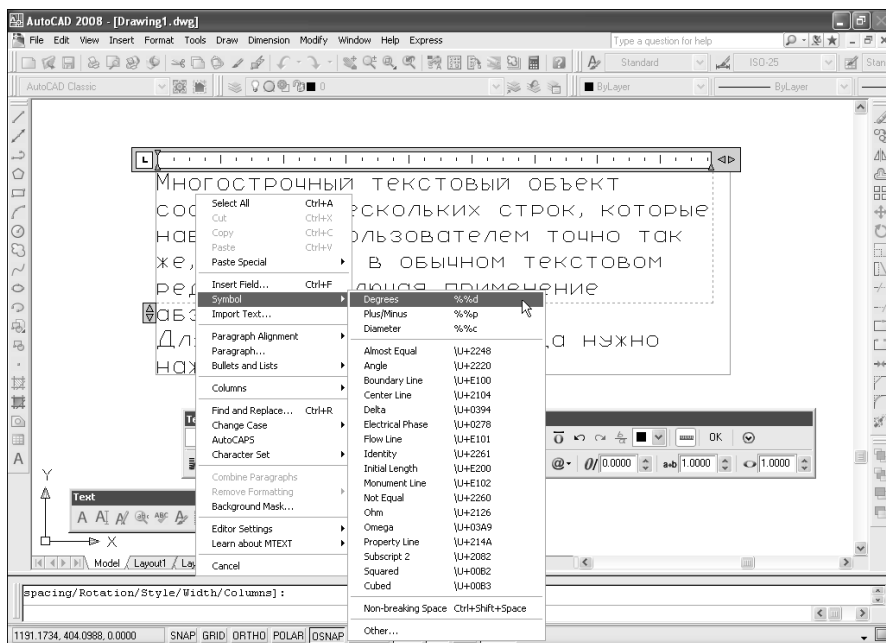

Рис. 7.7. Меню **Options** диалогового окна **Text Formatting**
Для перемещения текстового курсора в области редактирования можно использовать как мышь, щелкнув в нужном месте окна, так и клавиши управления курсором. При щелчке *правой* кнопкой мыши вне диалогового окна **Text Formatting** открывается контекстное меню инструмента **Multiline Text**. Подобное же меню открывается щелчком по круглой кнопке **Options** (Настройка) диалогового окна **Text Formatting** (рис. 7.7).
**Настройка вида окна Text Formatting.** Щелкнув по кнопке **Ruler** (Линейка), можно включить или выключить режим отображения линейки (по умолчанию он включен). Кроме того, воспользовавшись контекстным меню или меню **Options**, можно включить или выключить режим отображения диалогового окна **Text Formatting** (команда **Show Toolbar** (Показать панель)), кнопок инструментов форматирования (команда **Show Options** (Показать параметры)), линейки (команда **Show Ruler** (Показать линейку)), а также непрозрачного фона (команда **Opaque Background**). Все эти команды представлены в меню **Options** ⇒ **Symbol** (Настройка ⇒ Символ) — см. рис. 7.7.
**Вставка специальных символов.** С помощью кнопки **Symbol** (Символ), а также команд подменю **Symbol** (Символ) контекстного меню или меню **Options** (см. рис. 7.7) можно вставлять в набираемый текст специальные символы: градус ( $^{\circ}$ ), предельное отклонение размеров ( $\pm$ ) или диаметр ( $\emptyset$ ), а также неразрывный пробел и ряд других символов, определяемых кодами Unicode.